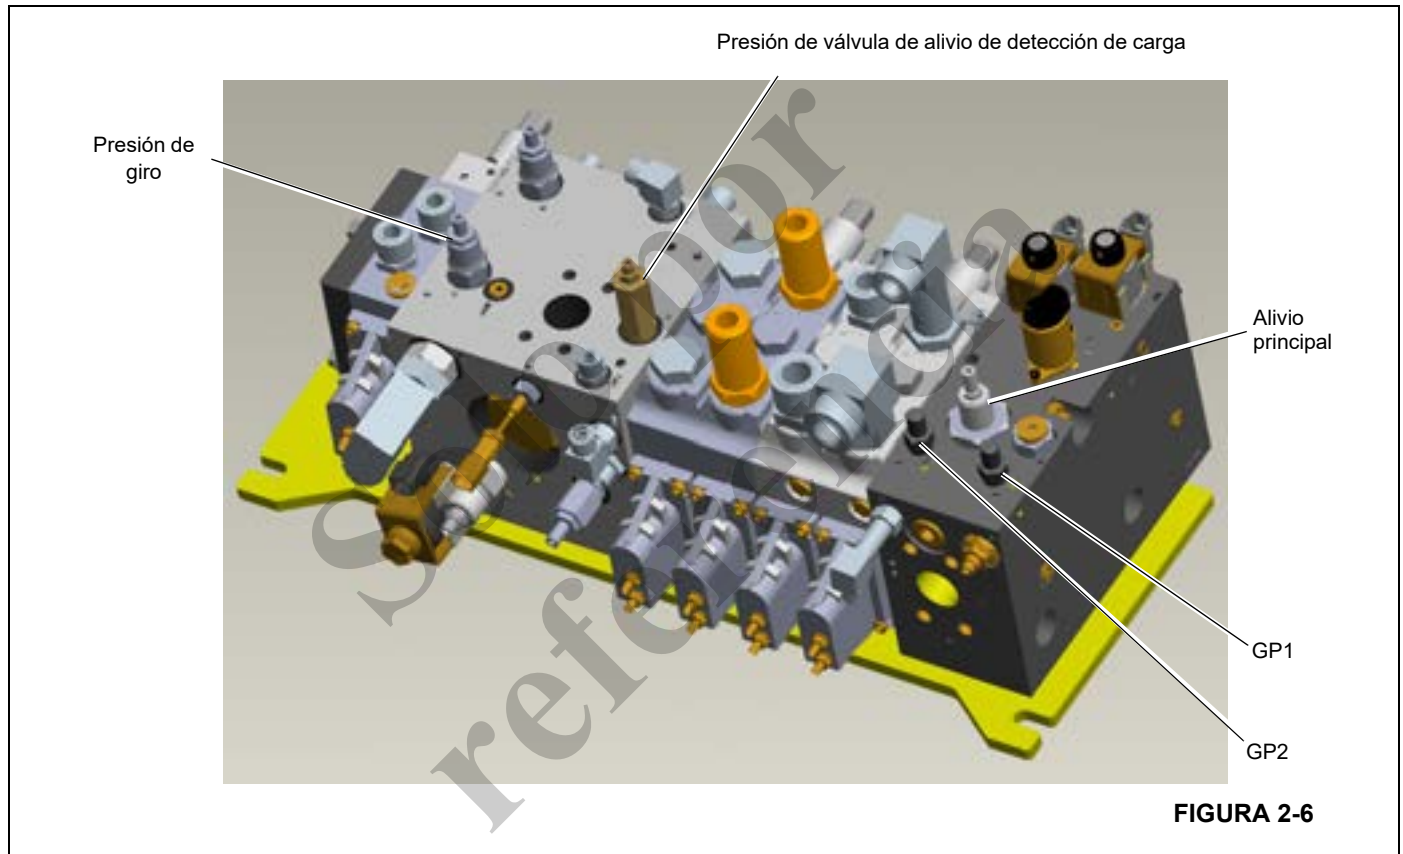
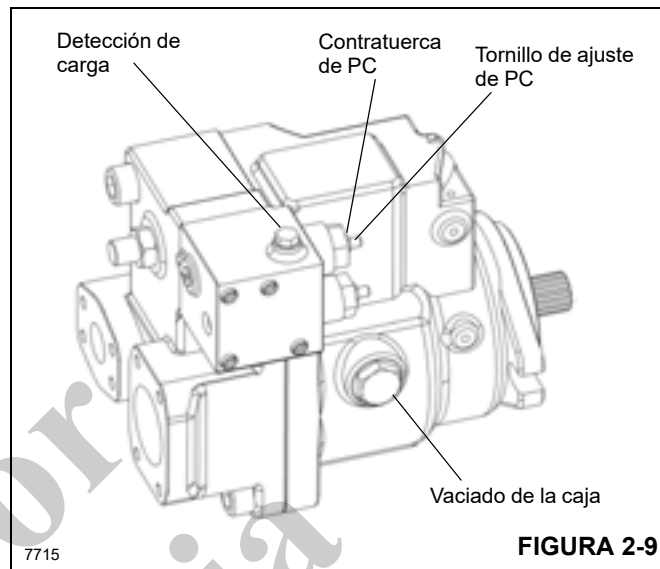

FIGURA 2-6
FIGURA 2-9
- 8. Instale un manómetro en la lumbrera de manómetro de la bomba (GP1) en la válvula de control de sentido (DCV) (Figura 2-6).
Para revisar la presión de margen, se generan dos presiones ya que el circuito de giro de la grúa necesita 28 bar (400 psi) de contrapresión todo el tiempo. Esto significa que cuando se instala un manómetro en la lumbrera de detección de carga (GP2 en la Figura 2-6), la presión indicará el alivio que está presente en el circuito de giro. Por ello, la contrapresión de giro se debe verificar primero.
1. Instale un manómetro en la lumbrera de presión de la bomba (GP2) en la DCV (Figura 2-6).
1. Instale un manómetro en la lumbrera de presión de la bomba (GP1) en la DCV (Figura 2-6).
Para poder ajustar la presión máxima de la bomba, el ajuste de la válvula de alivio de detección de carga (LSRV) se debe elevar a un valor más alto que el del ajuste deseado de la presión de bomba máxima. Para elevar el ajuste de la LSRV (Figura 2-6) afloje la contratuerca (hexagonal de 1/2 pulg) y gire la tuerca hexagonal de ajuste (4 mm) en sentido horario hasta que toque fondo. Esto debería resultar en un ajuste de aproximadamente 345 bar (5000 psi).
5. Instale un manómetro con capacidad mínima de 414 bar (6000 psi) en la lumbrera de manómetro de bomba GP1 (Figura 2-6).
2. Si la indicación de presión está por debajo del ajuste de presión máxima de la bomba, eleve el tornillo de ajuste de compensación de presión (PC) de la bomba como se muestra en la Figura 2-9. Afloje la contratuerca M8 y utilice una llave Allen de 4 mm para hacer el ajuste. El giro en sentido horario aumenta el ajuste; cada vuelta representa 100 bar (1450 psi).
3. Aumente el ajuste del compensador de presión (PC) hasta alcanzar 345 bar (5000 psi) en el manómetro. Se debe escuchar un silbido en la línea de alivio principal y se debe sentir un caudal grande de aceite hacia el depósito en la línea de retorno al depósito hidráulico. Esto significa que se alcanzó el ajuste de alivio principal.
4. Si no se puede llegar al ajuste de 345 bar (5000 psi), se debe aumentar el ajuste de la válvula de alivio principal (consulte la Figura 2-6). Para ello, afloje la contratuerca de 3/4 pulg y utilice una llave Allen de 3/16 pulg para hacer el ajuste. El giro en sentido horario aumenta el ajuste; cada vuelta representa 91 bar (1315 psi). Asegúrese de volver a apretar la contratuerca de 3/4 pulg a 8 Nm (6 lb-pie) cuando el ajuste es correcto.
5. Una vez que se alcanza el ajuste de alivio principal, el ajuste del compensador de presión (PC) de la bomba se debe devolver al valor de la Tabla 2-2. Vea "D. Ajuste de la presión máxima de la bomba".
1. Instale un manómetro de 414 bar (6000 psi) en la lumbrera de presión de la bomba (GP1) en la DCV (Figura 2-6).
2. Arranque el motor y active la palanca del malacate. Ajuste la válvula de ajuste de compensador de presión (PC) (Figura 2-9) en sentido contrahorario para obtener la presión correcta. Consulte la Tabla 2-2 para una indicación correcta de la presión máxima de la bomba.
1. Instale un manómetro de 345 bar (5000 psi) en la lumbrera de presión de la bomba (GP2) en la DCV (Figura 2-6).
3. Si la presión de LSRV no es correcta, apriete el tornillo de LSRV como se muestra en la Figura 2-6.